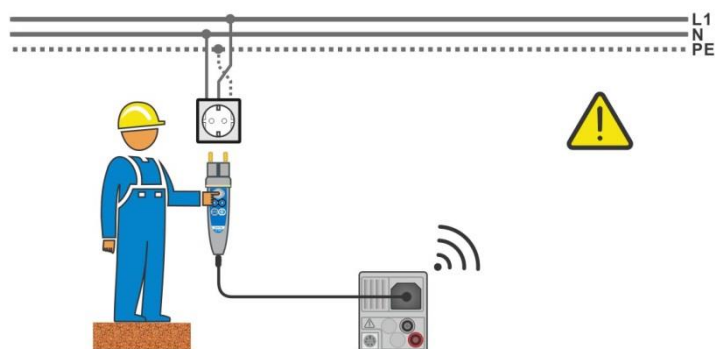
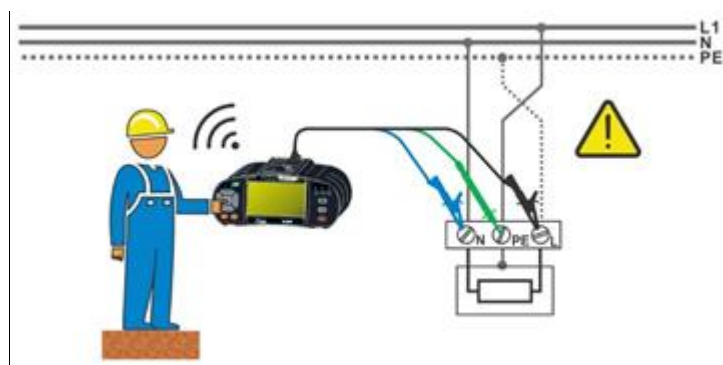

figura 1.1: L e PE invertiti (comando remoto)
figura 1.2: L e PE invertiti (misura con puntale a 3 fili)
- › Collegare puntali all'oggetto in prova, vedere **figura 1.1** e **figura 1.2**.